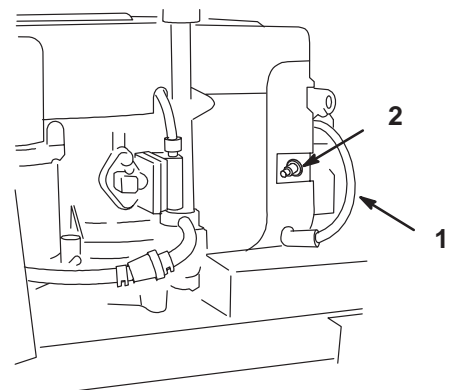

Abbildung 23
3. Den Draht von der Zündkerze abziehen (Abb. 23). Dann den Bereich um die Kerze herum reinigen, um zu verhindern, daß Schmutz in den Motor gelangen und möglicherweise Schaden verursachen kann.
3. Das/die Kabel auf die Zündkerze(n) stecken (Abb. 23).